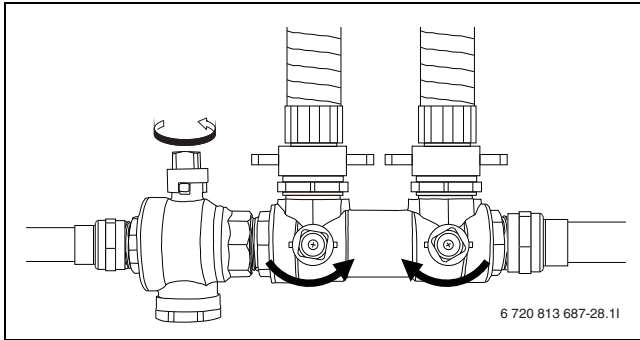

Рис. 22 Заполняющие устройства в нормальном положении
- ▶ Установите краны заполняющего устройства в нормальное положение (→ рис. 22) и выключите насос заполняющей станции.